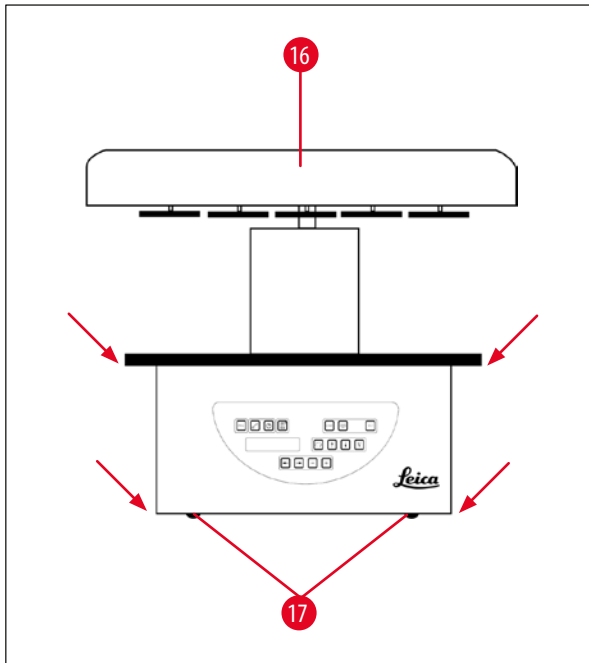

рис. 12
- Возьмите прибор (с помощником) за платформу для емкостей с реактивами или нижнюю часть корпуса (→ рис. 12) и поднимите его с основания (→ рис. 11-10).